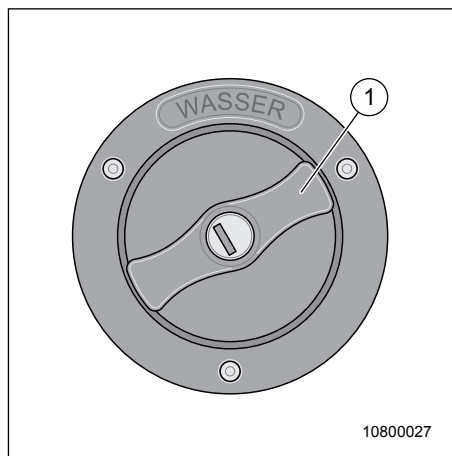

Fig. 104 Raccord de remplissage d'eau
Selon le modèle, le bouchon de remplissage est monté soit du côté gauche, soit du côté droit du camping-car. Sur le raccord de remplissage d'eau (Fig. 104, Pos. 1) le mot « Wasser » (eau) est inscrit. Le bouchon de fermeture s'ouvre et se ferme avec la clé de contact du véhicule.
1. Insérer la clé dans le cylindre de fermeture (Fig. 104, Pos. 1) et tourner d'un quart de tour en sens inverse horaire. Retirer la clé.
2. Insérer la clé dans le cylindre de fermeture (Fig. 104, Pos. 1) et tourner d'un quart de tour en sens horaire.